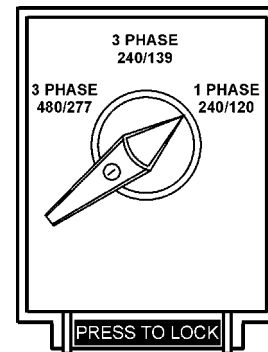

Figure 38. Sélecteur de tension
1. Placez le **sélecteur de tension** dans la position de tension désirée (Figure 38).